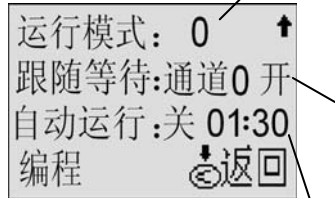

图 5.33
|  | <p>用于设定正偏差报警量。例如: 需要仪表在达到比设定值 (SV) 高 10℃ 时报警, 则可设定正偏报警=10, 假如设定值为 500 那么, 在测量值 &gt; 510℃ 时报警动作。注: 1-如果启用了程序等待功能 (图 5.33), 该参数兼正偏差范围设置;2-没有用到正偏报警或程序等待功能时, 请设为极限值 9999;</p> |
|  | <p>用于设定负偏差报警量。例如: 需要仪表在到达比设定值 (SV) 低 10℃ 时报警, 则可设定负偏报警=10, 假如设定值为 500 那么, 在测量值 &gt; 490℃ 时报警动作。注: 1-如果启用了程序等待功能 (图 5.33), 该参数兼负偏差范围设置;2-没有用到负偏报警或程序等待功能时, 请设为极限值 9999</p> |